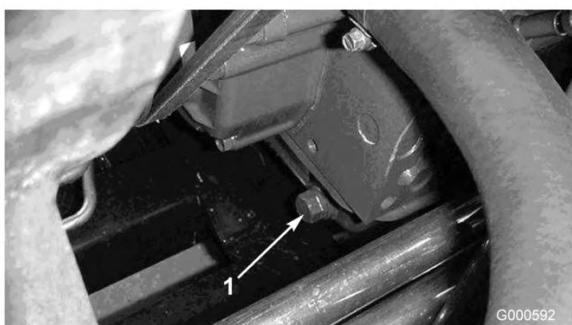

Figure 35
1. Enlevez le bouchon de vidange arrière (Figure 35) et laissez l'huile s'écouler dans un bac de vidange. Remettez le bouchon quand toute l'huile s'est écoulée.